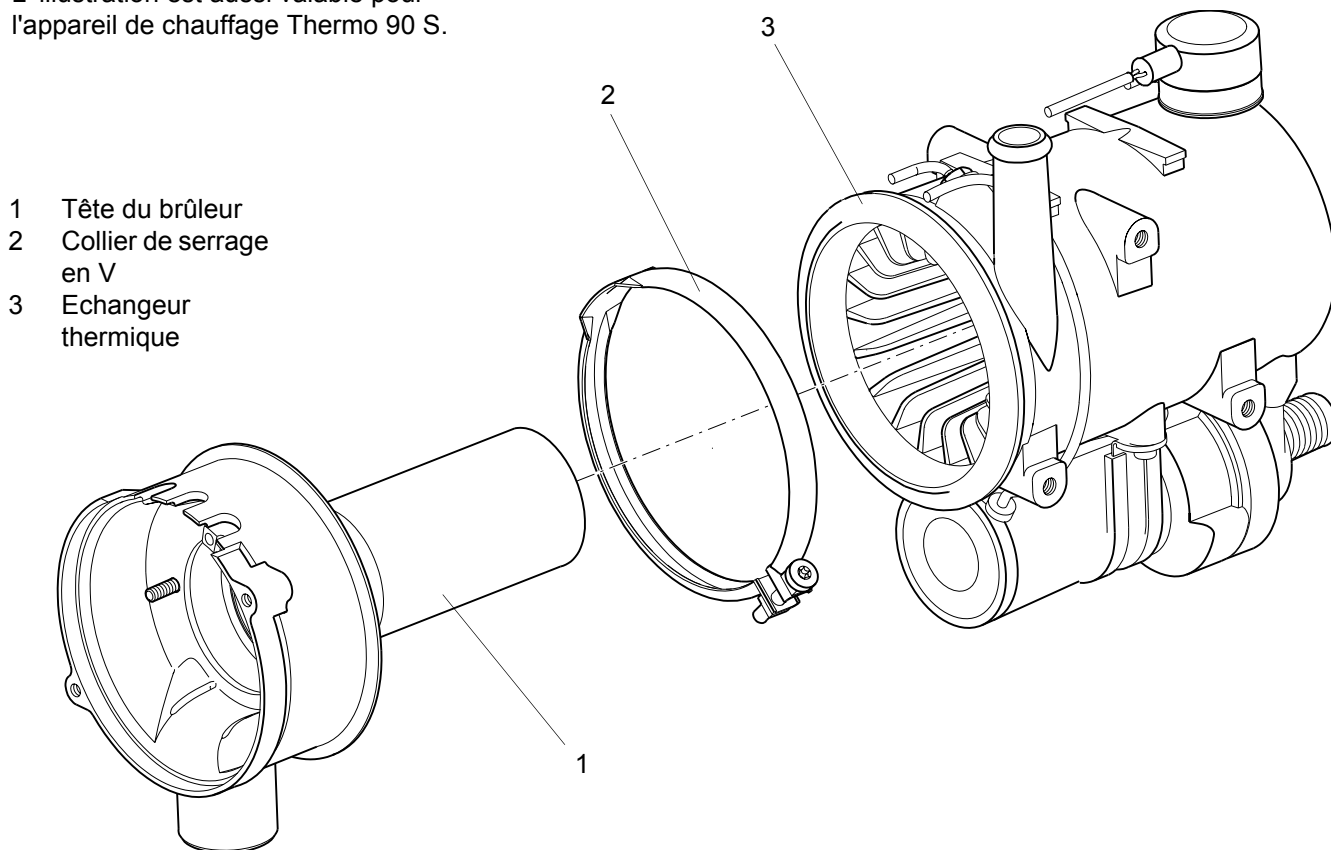

Figure 906 Remplacement de la tête du brûleur
4. Supprimez la vis de fixation du collier de serrage en V (2, figure 906) et retirez le collier.
5. Otez et éliminez la tête du brûleur de l'échangeur thermique (3).
1. Insérer la tête du brûleur (1, figure 906) dans l'échangeur thermique (3), et si nécessaire l'ajuster et la fixer à l'aide du collier de serrage en V (2).